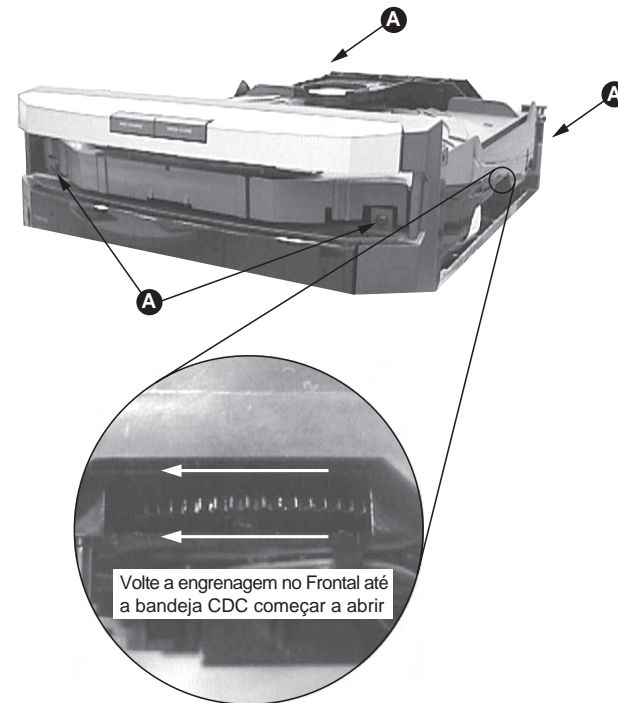

Figura 2
- 5) Solte os 4 parafusos A e remova o módulo CDC (pos 1104) como mostra a figura 2.